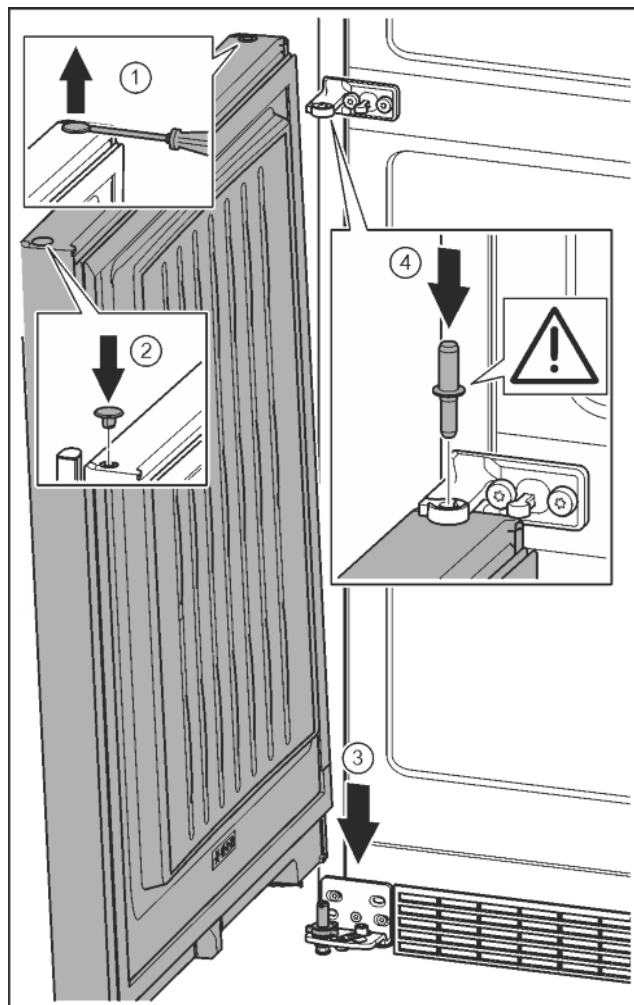

Fig. 23
- ▶ За допомогою шліцевої викрутки обережно підніміть пробку та витягніть її. Fig. 23 (1)
- ▶ Знову вставте пробку з іншого боку дверцят. Fig. 23 (2)
- ▶ Встановіть дверцята зверху на нижній опорний гвинт. Fig. 23 (3)
- ▶ Середній опорний гвинт встановіть в нижні дверцята через середній опорний кронштейн. При цьому виступ фіксатора повинен бути спрямований назад. Fig. 23 (4)